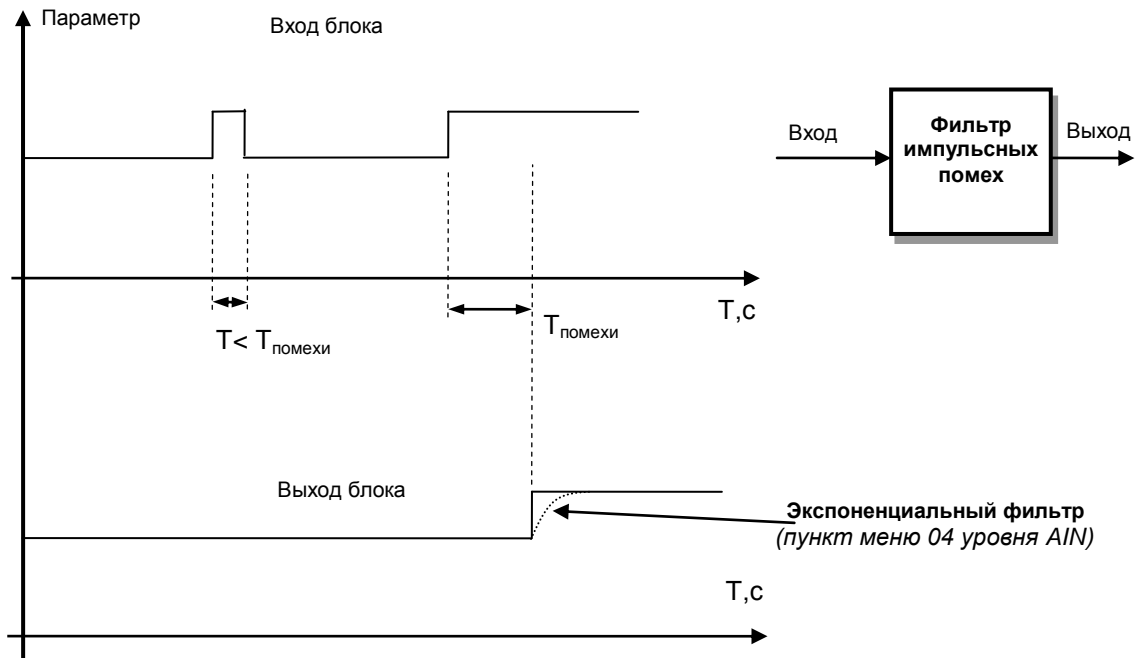

Рисунок 3.4 – Принцип работы фильтра импульсных помех и экспоненциального фильтра
1. Фильтр импульсных помех. Используется для подавления импульсных помех. Определяется параметром **AIN.05** «Максимальная длительность импульсной помехи». Если в каком либо цикле измерения технологического параметра обнаружено его изменение, то предполагается возможность действия помехи и выходной сигнал формируется (с учетом усреднения измерительных значений) по истечении установленного времени длительности помехи. То есть, если длительность изменения сигнала больше заданного $T_{\text{помехи}}$, то это изменение расценивается как естественное и принимается в дальнейшую обработку с задержкой времени $T_{\text{помехи}}$ (рисунок 3.4). Работа данного фильтра вносит дополнительное транспортное запаздывание в систему регулирования, которое равно величине параметра «Максимальная длительность импульсной помехи». Поэтому всегда нужно стремиться минимизировать данный параметр.
4. Экспоненциальный фильтр (рисунок 3.4). Фильтр используется для подавления помех, а также для подавления «дребезга» индикации (частых изменений показаний регулятора из-за колебаний входного сигнала). Определяется параметром **AIN.04** «Постоянная времени цифрового фильтра».